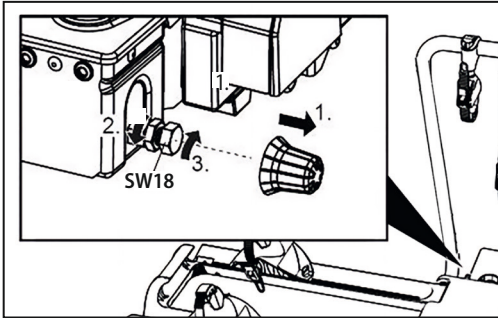

Figure 13: Réglage de la fermeture rapide
- Desserrez légèrement le contre-écrou (figure 13).
- Vissez la vis de réglage d'un quart de tour (figure 13).